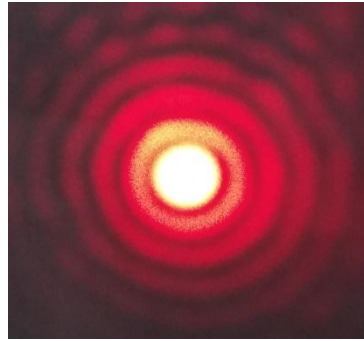

Figura 3. Patrón de difracción circular.
4. Ajustar los ejes del filtro espacial de forma que se genere un patrón de difracción circular como el mostrado en la figura 3.